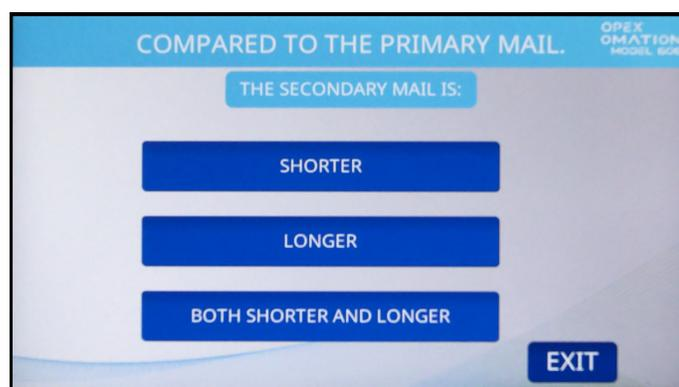

Abbildung 6-21: Bildschirm „ Längenvergleich“
5. Wählen Sie beim Sortieren nach Länge, welche Merkmale die Primärpost im Vergleich zur Sekundärpost hat (Abbildung 6-21):